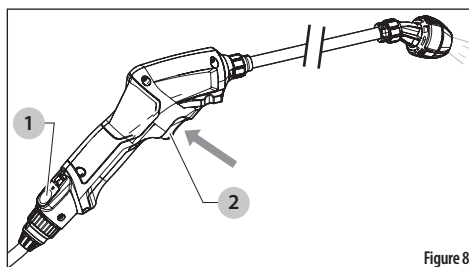

Figure 8
1. Appuyez sur le bouton d'alimentation (1) pour activer le pulvérisateur. Le témoin lumineux situé au-dessus du bouton d'alimentation s'allume. Voir Figure 8
2. Dirigez le pulvérisateur électrique avec lance dans la direction souhaitée et appuyez sur la gâchette (2).
3. Pour désactiver le pulvérisateur électrique avec lance, appuyez sur le bouton d'alimentation (1). Le témoin lumineux situé au-dessus du bouton d'alimentation s'éteint.